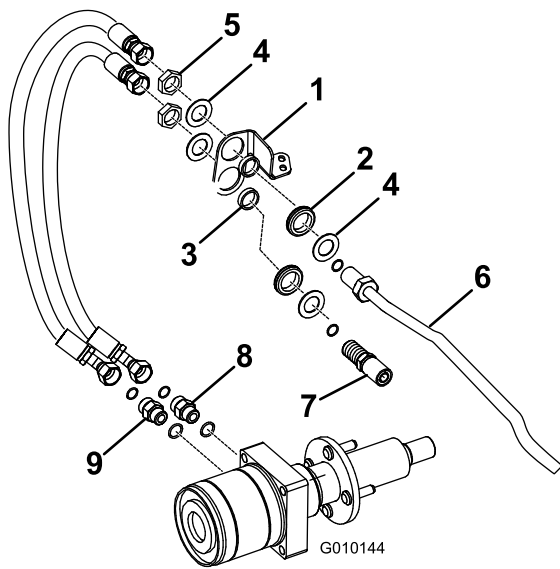
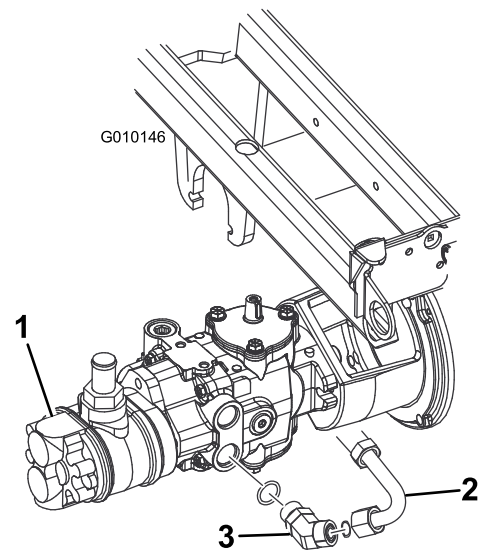
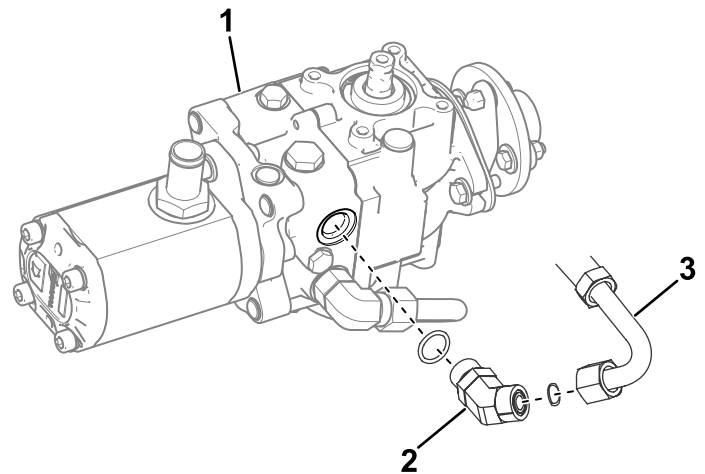

Figure 8
Figure 9
Figure 10
11. Assemblez le support de traversée à la conduite hydraulique rigide avec les écrous et rondelles fournis dans le kit, comme montré à la Figure 8.
8. Posez les bagues et entretoises sur le support de traversée, comme montré à la Figure 8.
Avec une rondelle et un écrou, fixez légèrement le flexible de pompe sur le raccord à 45° de la pompe et sur le trou inférieur du support de traversée (Figure 8 et Figure 10).
Avec une rondelle et un écrou, fixez légèrement le flexible de pompe sur le raccord à 45° de la pompe et sur le trou inférieur du support de traversée (Figure 8 et Figure 9).
13. Fixez légèrement un flexible hydraulique sur le flexible de la pompe (traversée inférieure) et sur le raccord de moteur de roue supérieur (Figure 8).